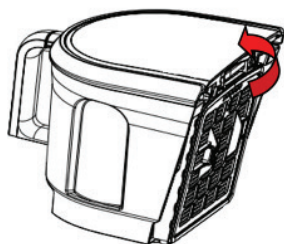

Fig.14
- 3) Pour le filtre du réservoir à poussière, une fois le réservoir retiré, tenez les parties saillantes du filtre et tirez vers l'extérieur pour retirer le couvercle et le filtre HEPA (Fig. 14).